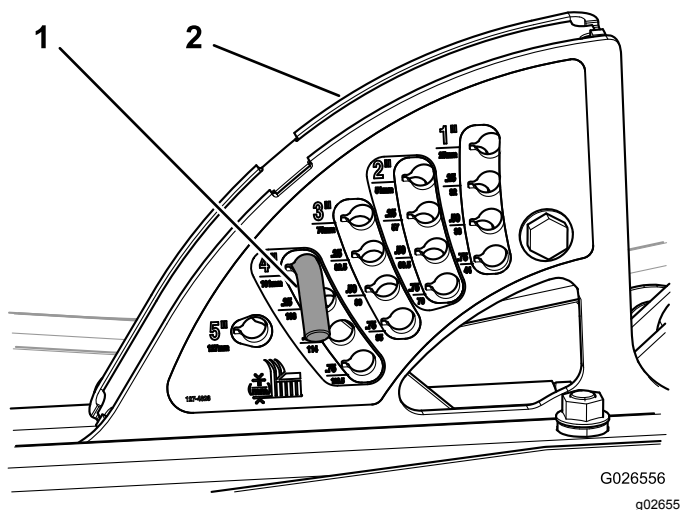

Bild 41
1. Stecken Sie den Schnitthöhenstift an der gewünschten Schnitthöhe in die Schnitthöhenhalterung (**Bild 41**).